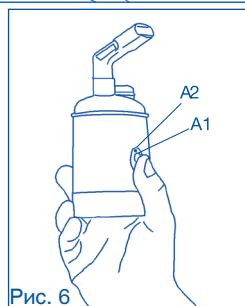

Рис. 6
**6.** Нажмите кнопку ВКЛ/ВЫКЛ (A1) (рис. 6); светодиод (A2) небулайзера загорится постоянным зеленым свечением и лекарственный препарат начнет выходить в виде аэрозоля.